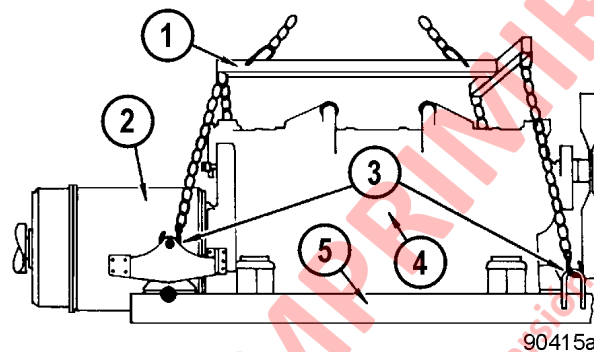

FIGURA 2-10. PUNTOS DE ELEVACIÓN DEL MÓDULO DE POTENCIA
Levante el módulo de potencia solo mediante los puntos de elevación que están en el subchasis del motor y la estructura de soporte del alternador/motor. Consulte la Figura 2-10.
8. Conecte la herramienta de elevación (1, Figura 2-10) al dispositivo de elevación y conéctelo a los armazones del motor/alternador y los puntos de elevación delanteros del subchasis, como se muestra en la Figura 2-10. Desmonte la cadena de seguridad.
4. Conecte la herramienta de elevación (1, Figura 2-10) a los armazones del motor/alternador y los puntos de elevación delanteros del subchasis (consulte la Figura 2-10).